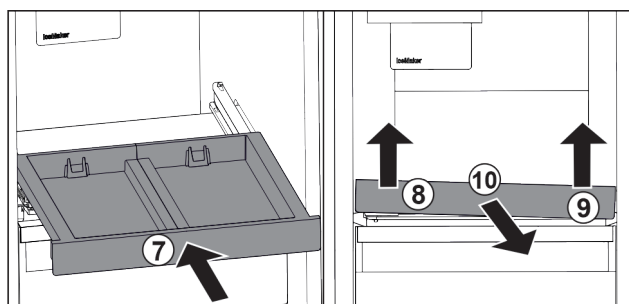

Fig. 119
- ▶ Tolja be a kihúzható rácst. Fig. 119 (7)
- ▶ Emelje meg a kihúzható rács elejét baloldalt. Fig. 119 (8)
- ▶ Emelje meg a kihúzható rács elejét jobboldalt. Fig. 119 (9)
- ▶ Vegye ki a kihúzható rácst előre felé. Fig. 119 (10)